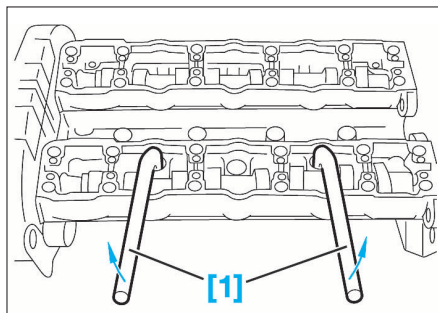
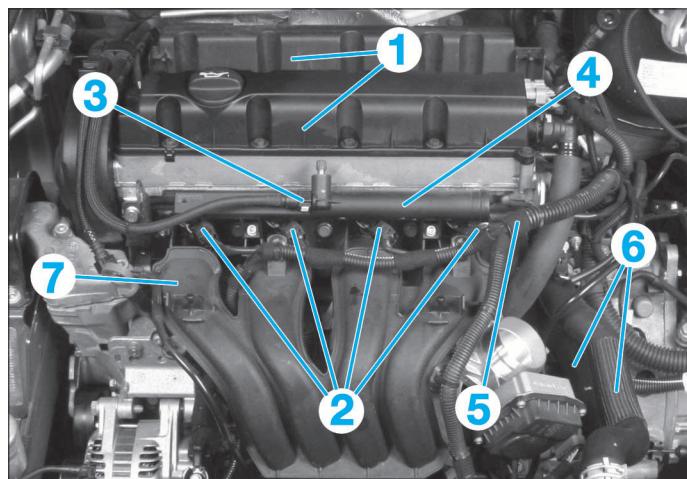

FIG. 48
FIG. 47
- Outillage [1] de décollement de la culasse (Fig.48).
- les couvre-culasse (1) (Fig.47).
- le tuyau d'arrivée de carburant (3),
- les injecteurs (2),
- Déposer la rampe d'injection (4).
- la canalisation (5),
- les durits d'eau (6),
- le collecteur d'admission (7).
- Basculer et décoller la culasse à l'aide des leviers [1] (Fig.48).